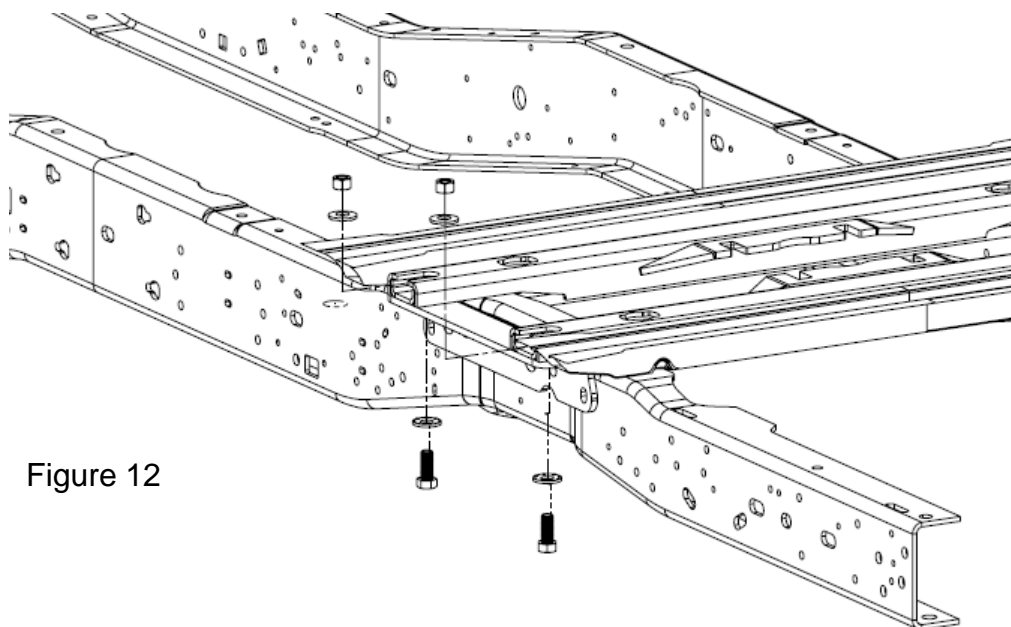

Figure 12
17. Fixer sans trop serrer les supports de cadre (#2 et 3) (Figure 1) aux traverses de montage à l'aide de boulons longs 5/8" X 1 3/4" (#10) (Figure 1), de rondelles coniques (#11) (Figure 1) (sous le support), de rondelles coniques (#11) (à l'intérieur de la traverse) et d'écrous 5/8" (#9) (à l'intérieur de la traverse) (Figure 12). Serrer tous les boulons de montage à la main.